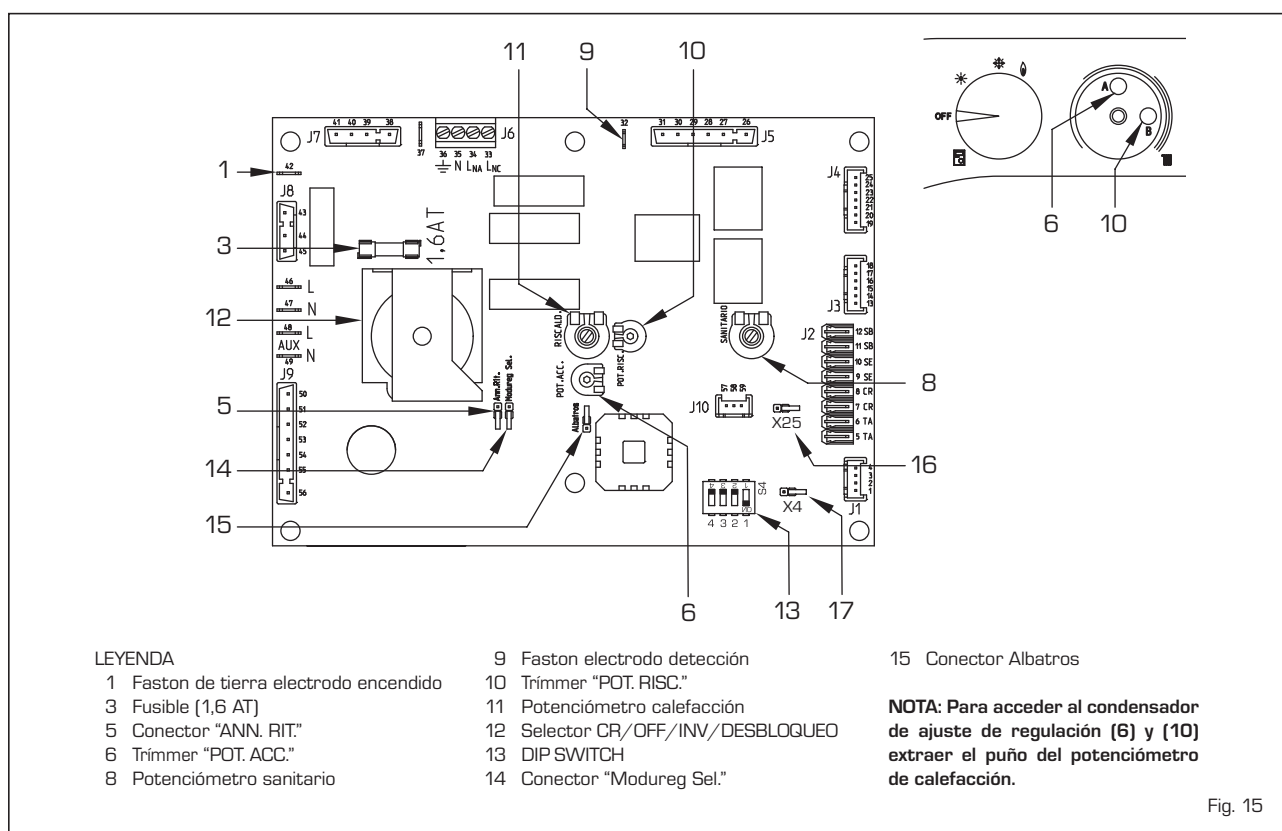

Fig. 15
- **Trimmer "POT. RISC."** (10 fig. 15)
- **Trimmer "POT. ACC."** (6 fig. 15)
- **Conector "ANN. RIT."** (5 fig. 15)
- **DIP SWITCH** (13 fig. 15)
- **Conector "Modureg Sel."** (14 fig. 15)
- **Conector "Albatros"** (15 fig. 15)
de fábrica, cuyo valor de potencia es de 58 kW, es necesario actuar con un destornillador sobre el condensador de ajuste de la potencia de calefacción (10 fig. 15). Para aumentar la presión de trabajo girar el condensador de ajuste en sentido horario, para reducirla girar el condensador de aju-